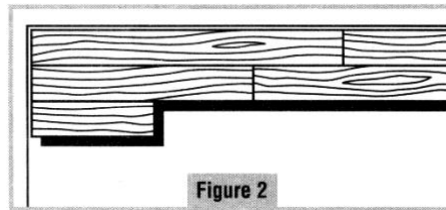

Figure 2
2. Disposer la deuxième rangée en commençant dans le coin gauche avec une planche coupée à 2/3 de la longueur ou d'environ 32" (Fig.2). Placer le bout coupé contre le mur. Le morceau que vous coupez peut être utilisé à l'autre extrémité de la rangée si la disposition le permet. Retirer l'endos de papier de la planche installée dans la première rangée et jetez-le à la poubelle. Déposer la planche en tenant un bout vers le haut et en positionnant lentement l'autre bout et le bord dans la bande adhésive contre les planches déjà disposées pour réaliser un joint serré. Ne pas glisser les planches ensemble. S'il faut faire des ajustements, soulever la planche de la bande adhésive et la repositionner. Faire la deuxième rangée incluant le morceau coupé à la fin de la rangée. Utiliser un rouleau à main pour fixer la planche dans la bande adhésive et niveler les joints. La pression exercée est importante.
3. Commencer la troisième rangée avec une planche coupée à 1/3 de la longueur; environ 16" (Fig.2). Ensuite, conserver une disposition aléatoire en décalant les joints d'au moins 8". Toujours placer l'extrémité coupée contre le mur. Planifier la disposition pour éviter d'utiliser de petits bouts (moins de 6") aux extrémités des rangées.